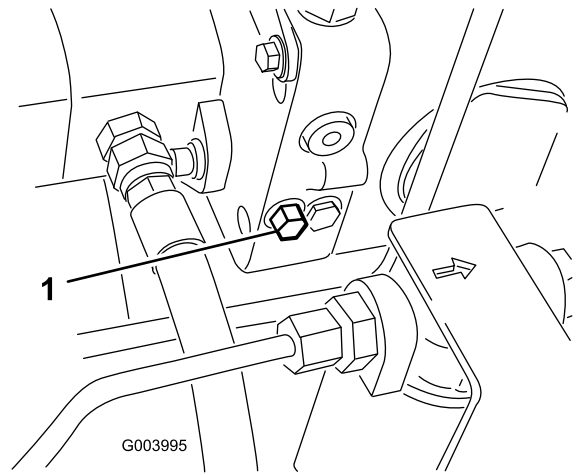

Bild 37
1. Drehen Sie die Schraube des Sicherheitsventils um eine 1½ Umdrehungen, um das Ventil zu öffnen und Öl intern abzulenken (Bild 37).